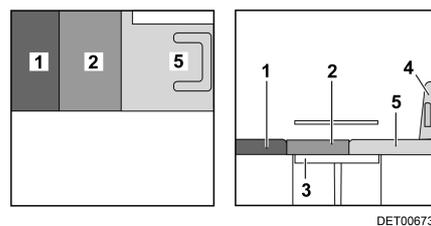

Fig. 50 Après la transformation
- Tirer le coussin d'assise (Fig. 50,2) vers l'avant.
- Placer le coussin de dossier (Fig. 50,1) entre le coussin d'assise et la paroi arrière.
- Placer le coussin supplémentaire (Fig. 50,5) sur le siège conducteur.
- Le cas échéant, repousser le siège conducteur (Fig. 50,4).